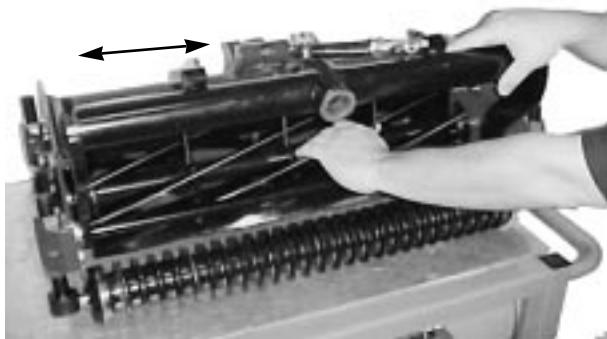

図 17
2. リール軸をつかんで軸方向（左右）に動かしてみると（図17）。